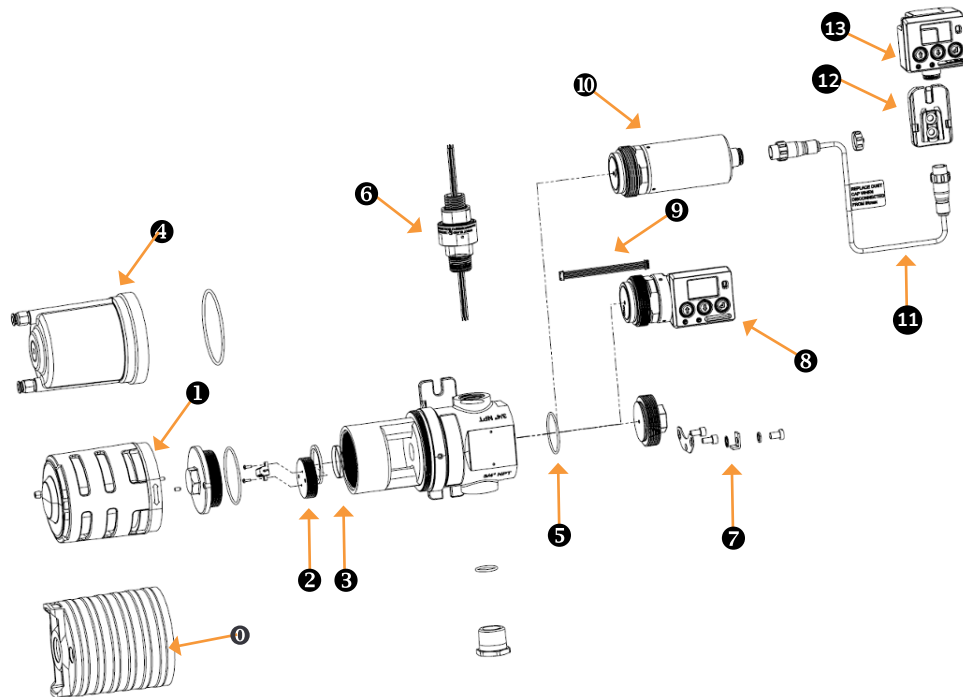

Abbildung 2: IR Plus Explosionszeichnung
Das Display ermöglicht die Überwachung von Messwerten vom IR Plus sowohl lokal als auch in Fernabfrage. Es kann direkt am IR Plus montiert oder über ein eigensicheres (IS) Barrieremodul mit temporärer oder permanenter Verkabelung angeschlossen werden. Abbildung 2 veranschaulicht die verfügbaren Optionen.
Weitere Informationen über anderes Zubehör für den IR Plus finden Sie in Abbildung 2.
- Das Halteblech (Pos. 7 in Abbildung 2) muss sicher montiert werden, um jede Gefahr, dass sich die rückwärtige Mutter (oder das stationäre Display oder IS-Barriermodule) durch Vibrationen lockert, zu vermeiden.
- Nehmen Sie vorsichtig den äußeren Bereich der Doppelverschraubung ab (Abbildung 2).